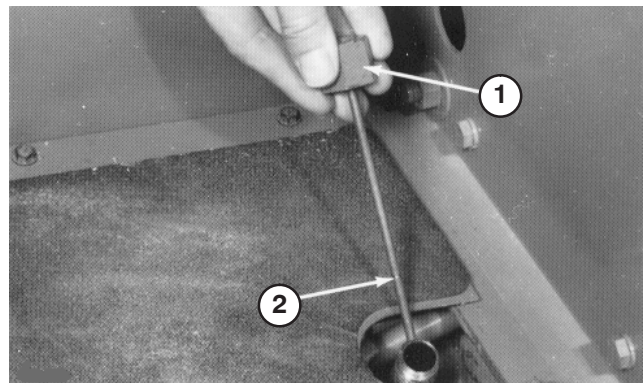

Bild 26
2. Schrauben Sie den Deckel des Peilstabs vom Einfüllstutzen (Bild 26) und wischen Sie ihn mit einem sauberen Lappen ab. Schrauben Sie den Deckel des Peilstabs mit der Hand auf dem Einfüllstutzen fest. Schrauben Sie den Peilstab heraus und prüfen Sie den Ölstand. Wenn der Stand mehr als 13 mm von der Kerbe im Peilstab ist (Bild 26), füllen Sie Hydraulikflüssigkeit auf, bis der Stand an der Kerbenmarke liegt. **Füllen Sie nicht mehr** als 13 mm über die Kerbe ein.